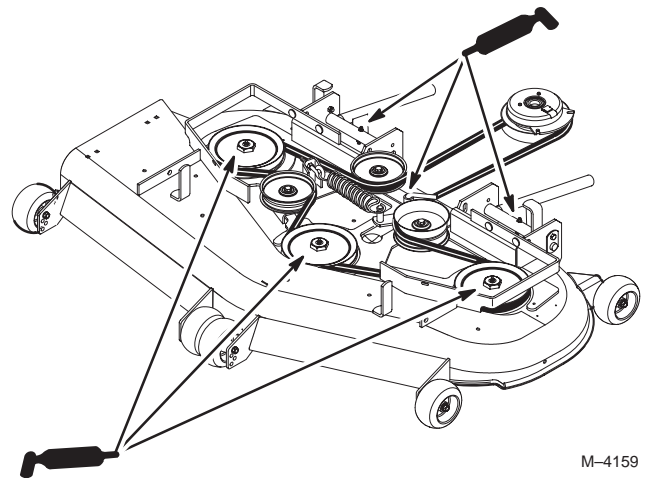

Figure 43
2. Lubrifiez les graisseurs des roulements des trois axes (Fig. 43).
3. Graissez le pivot de la poulie de tension (Fig. 43).
4. Lubrifiez les graisseurs des bras de poussée (Fig. 43).